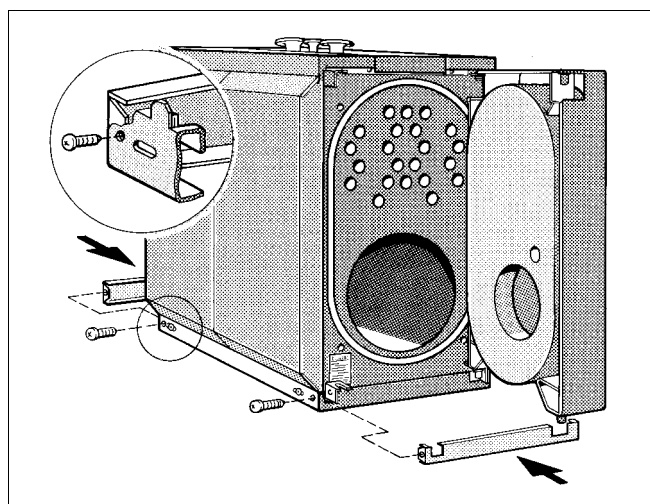

Fig. 16 Montagem das régua da armação
- Aparafuse as régua de armação dianteira e traseira às régua lateral da armação com, respectivamente, dois parafusos de chapa (fig. 16).